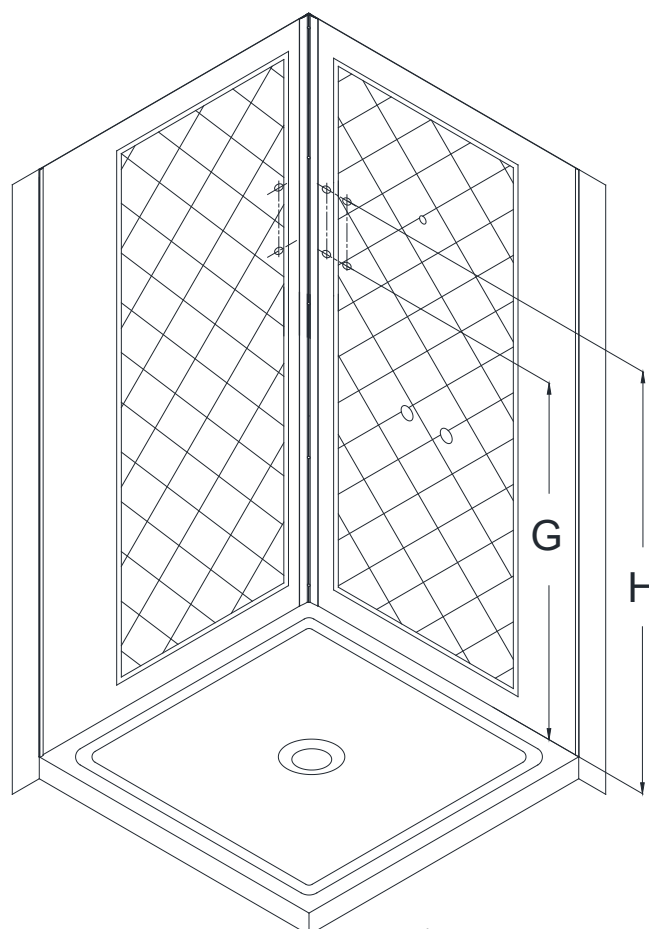

Fig. 20
18. Marquez la position des **Supports de Tablette (N° 04)** selon les mesures des Fig. 20 et Fig. 21.1.